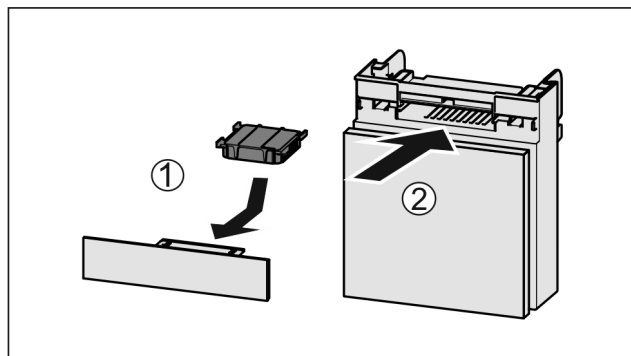

Fig. 51
- ▶ Wkładać Fig. 51 (1) filtr z węglem aktywnym zgodnie z ilustracją.
- ▶ Wsunąć komorę Fig. 51 (2).